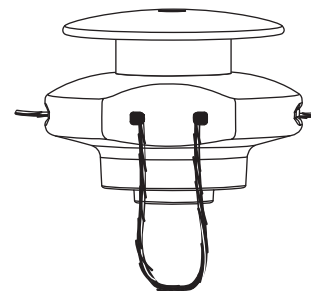

Fig. 21
2. Poussez les extrémités à travers jusqu'à ce qu'elles dépassent des côtés de la tête (Fig. 21).